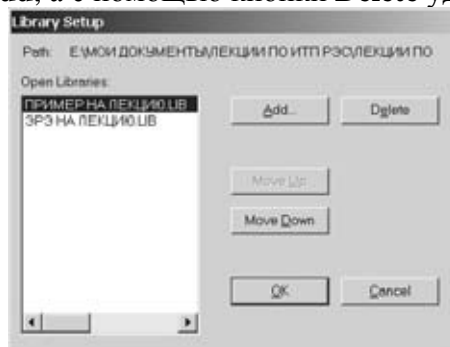

Рис.6.2.7
7. **Подключение библиотек.** Перед размещением ЭРЭ на ПП необходимо обеспечить доступ к библиотекам, в которых находятся эти ЭРЭ. Библиотеки подключаются командами **Library/Setup** (рис. 6.2.7). Добавляют названия библиотек в список открытых библиотек (**Open Libraries**) кнопкой **Add**, а с помощью кнопки **Delete** удаляют их из этого списка.